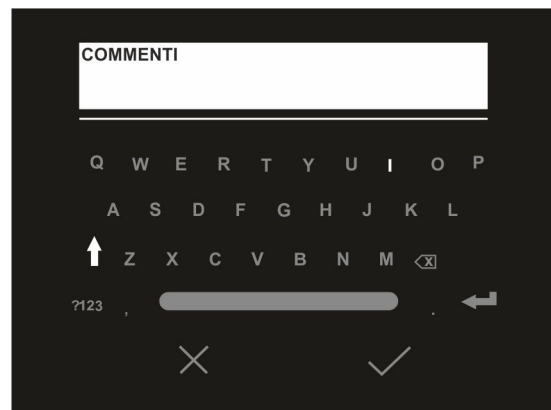

Fig. 49: Inserimento annotazione testuale nell'immagine
4. Toccare l'icona "T" per inserire un'annotazione testuale nell'immagine. La videata di Fig. 49 – parte destra è mostrata a display